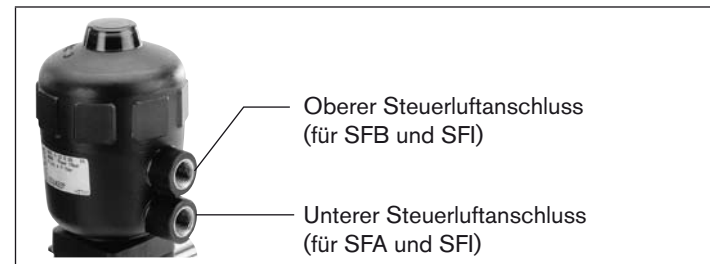

Bild 5: Steuerluftanschluss
- Unterer Steuerluftanschluss mit Druckluft (Wert wie auf dem Typschild angegeben) beaufschlagen (siehe „Bild 5: Steuerluftanschluss“).
- Unterer Steuerluftanschluss mit Druckluft (Wert wie auf dem Typschild angegeben) beaufschlagen (siehe "Bild 5: Steuerluftanschluss").